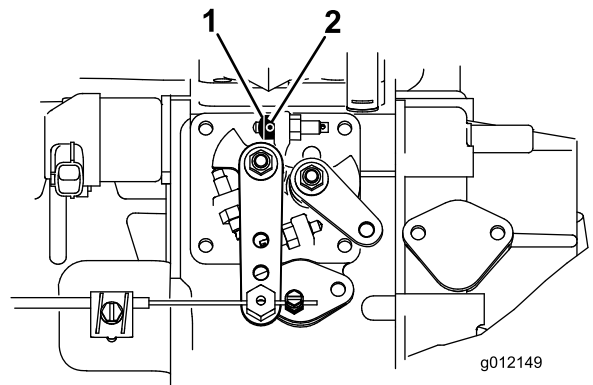

Bild 7
- Lösen Sie die Stellschraube am Gasbedienungsanschlag (Bild 7).
- Schieben Sie den Gasbedienungsanschlag auf die hohe Leerlauf-Anschlagschraube (Bild 7). Das abgeschrägte Ende des Gasbedienungsanschlags muss nach außen zeigen.